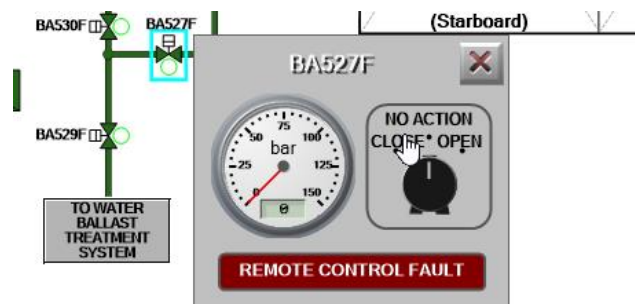

Figura 86- NO ACTION
3. Quan la vulguem tancar, el procediment és exactament igual, però a la inversa. Simplement col·locarem el seleccionador en posició de *CLOSE*, observarem que la pressió passa a 70 bars que ens indicarà que s'està tancant i quan arribi a 135 bars tornarem a posar el seleccionador en posició *NO ACTION* (Figura 86).